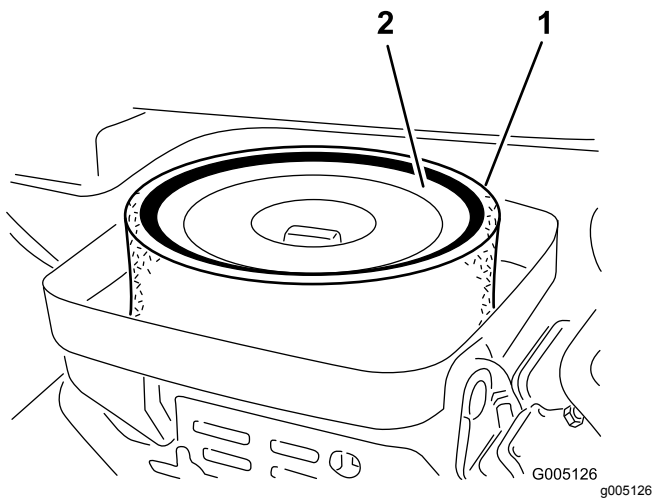

Figura 46
4. Se o elemento de esponja se encontrar sujo, deverá retirá-lo do elemento de papel (Figura 46). Limpe-o cuidadosamente, da seguinte forma: